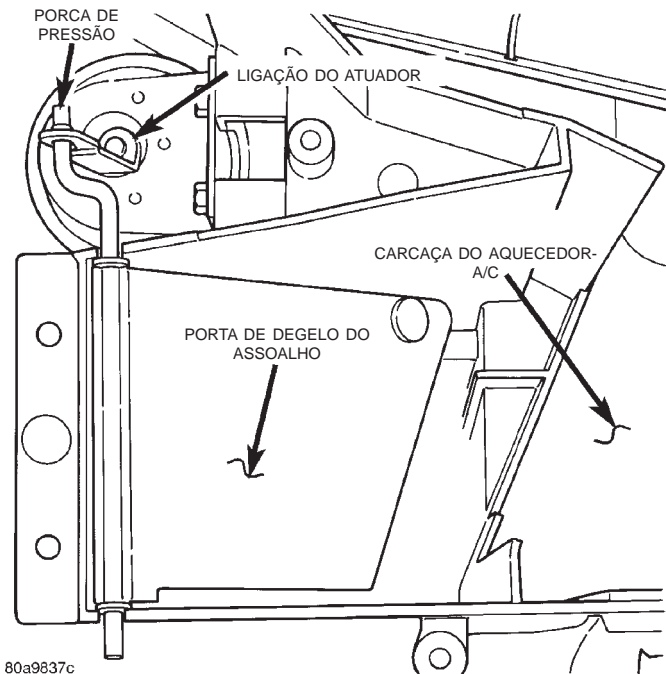

Fig. 59 Remoção/Instalação da Porta de Degelo do Assoalho
(1) Remova a carcaça do aquecedor-A/C do veículo e retire sua tampa. Consulte "CARÇAÇA DO AQUECEDOR-A/C", na seção "REMOÇÃO E INSTALAÇÃO" deste grupo, para obter os procedimentos.
(2) Remova a porca retentora de pressão, que prende a ligação do atuador da porta de degelo do assoalho ao braço da manivela da porta de degelo do assoalho (Fig. 59).
(3) Desencaixe a ligação do atuador da porta de degelo do assoalho do braço da manivela da porta de degelo do assoalho.
(4) Remova a porta do assoalho-degelo da carcaça do aquecedor-A/C.
(5) Para a instalação, inverta os procedimentos de remoção.